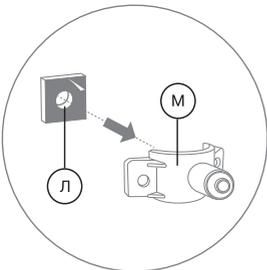

Рис. 16
2. Снимите с уплотнительной прокладки (Л) защитную пленку. Приклейте прокладку с внутренней стороны хомута (М), одновременно совмещая отверстие в прокладке с выходным отверстием в хомуте (рис. 16).